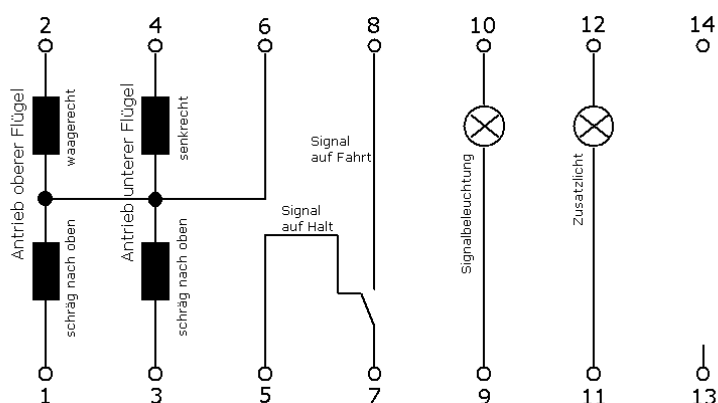

Abbildung 11: Anschluss des Signalträgers (Ansicht 14polige Stiftleiste von oben)
- alle Signale sind über einen 10poligen Pfostenstecker gemäß Abbildung 11 angeschlossen